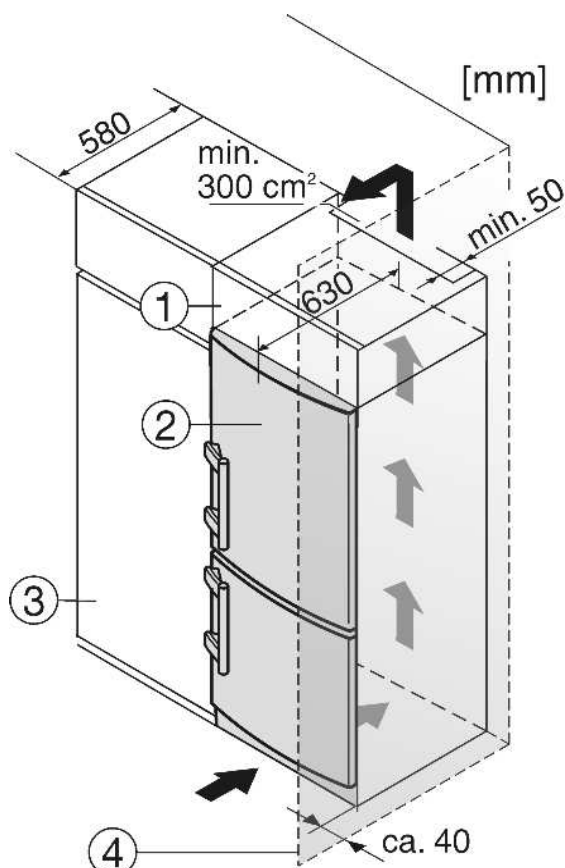

Fig. 12
- (1) Дополнительный шкафчик
(2) Устройство
(3) Кухонный шкаф
(4) Стенка
Устройство может быть окружено предметами кухонной обстановки. Чтобы уравнять устройство Fig. 12 (2) по высоте с кухонной стенкой, можно установить над устройством соответствующий дополнительный шкафчик Fig. 12 (1).
При комбинировании с обычными кухонными шкафами (глубина макс. 580 мм) устройство можно установить непосредственно рядом с кухонным шкафом Fig. 12 (3). Дверь устройства выступает по сторонам на 34 мм и по центру устройства на 50 мм относительно передней стенки кухонного шкафа. Поэтому ее можно свободно открывать и закрывать.
Если устройство установлено на шарнирах у стены Fig. 12 (4), то расстояние между устройством и стеной должно быть не менее 40 мм. Настолько выступает ручка при открытой дверце.